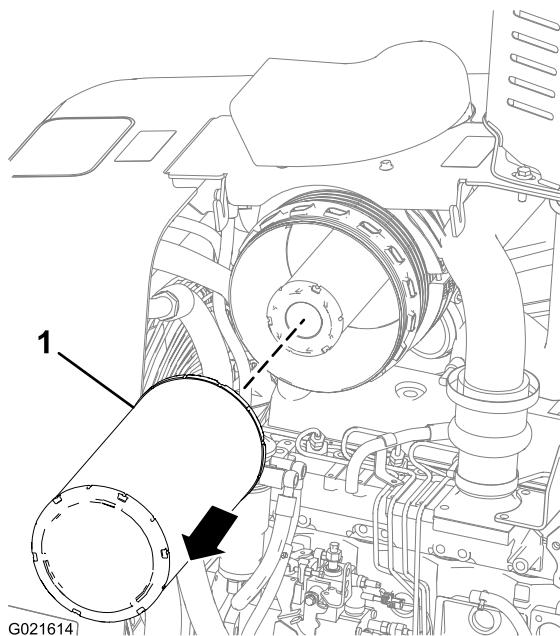

Рисунок 50
- Вытяните элемент воздухоочистителя грубой очистки наружу и извлеките его из корпуса воздухоочистителя (Рисунок 50).
6. Вставьте новый элемент воздухоочистителя грубой очистки в корпус воздухоочистителя (Рисунок 50).